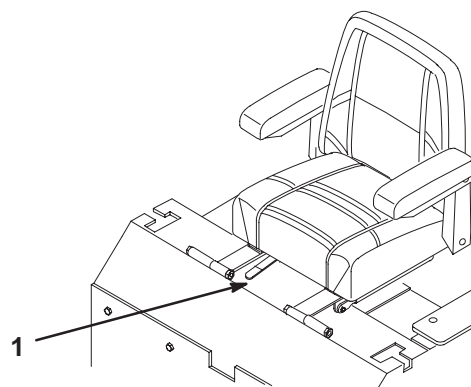

Bild 25
1. Bewegen Sie den Hebel zum Entriegeln des Sitzes zur Seite (Bild 25).